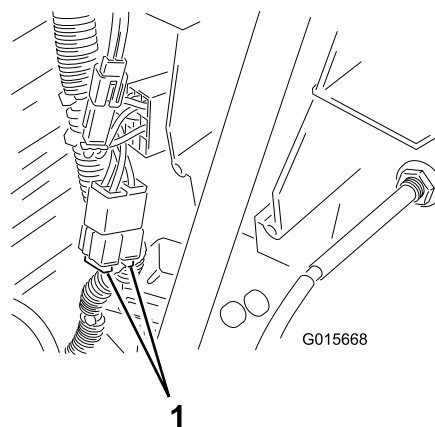

Figure 28
1. Soulevez le capot et repérez le fusible sous le réservoir à carburant (Figure 28).